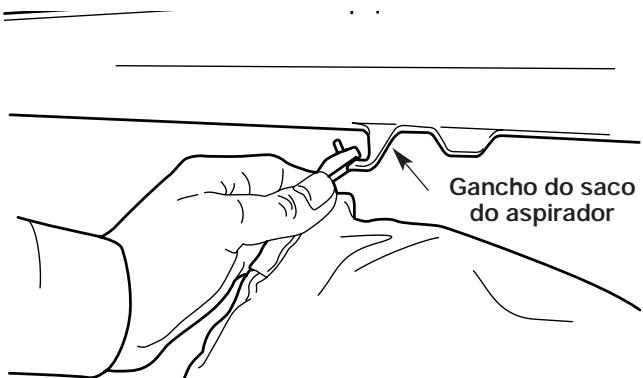

Fig. 3
1. Prenda o saco do aspirador no gancho situado no tubo do soprador/aspirador (Fig. 3)